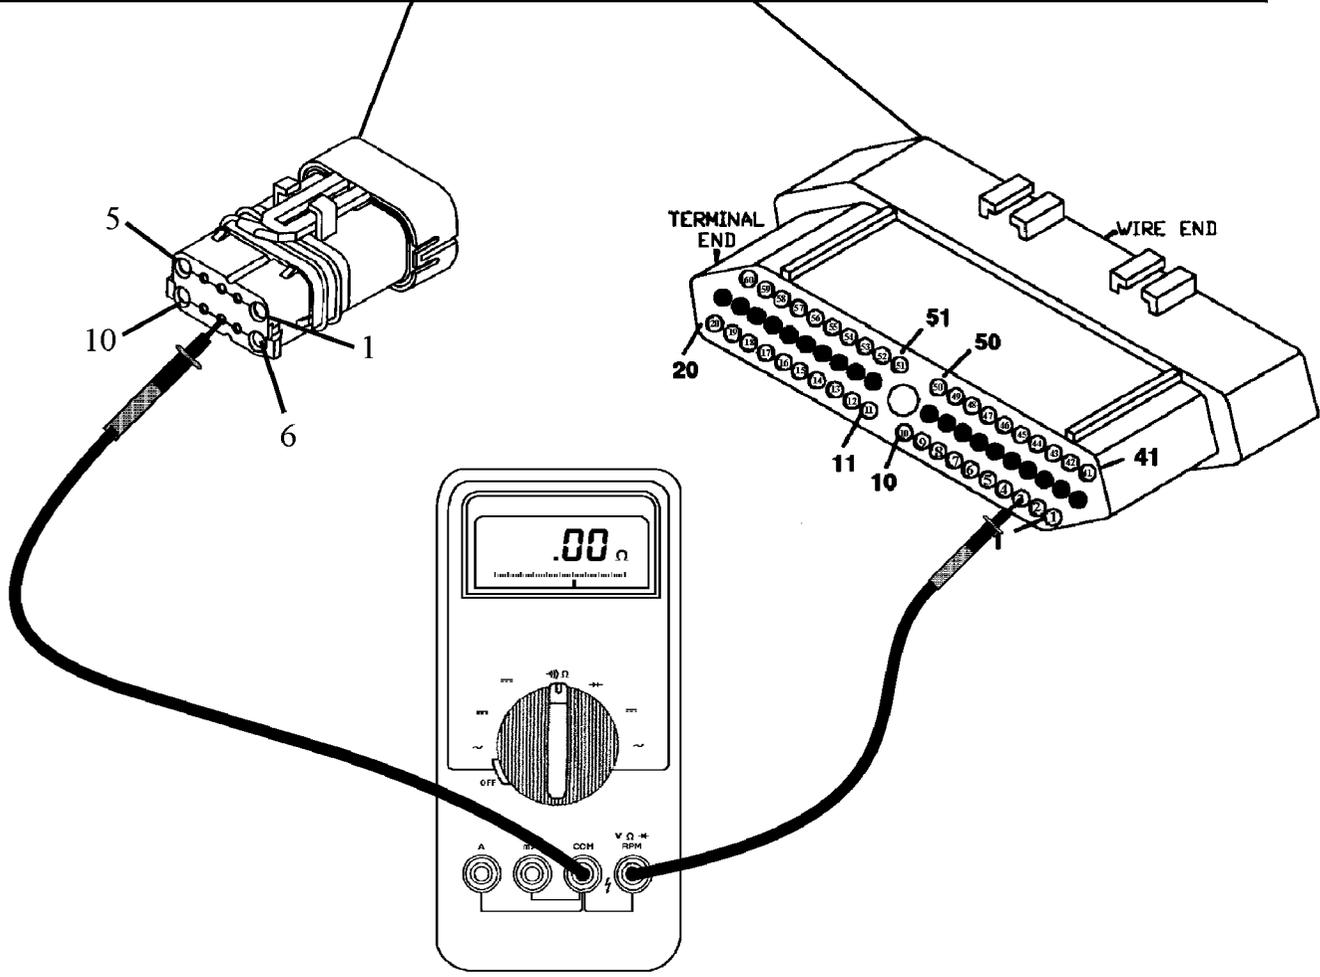

Figura 41
- Una vez que el circuito con la falla ha sido identificado, a ese circuito en específico se le debe hacer una prueba de continuidad. Utilice la tabla en la figura 41 como un guía para identificar el circuito o los circuitos en cuestión. Por ejemplo, si el escáner le revela que el circuito T3 (C3) no cierra cuando el selector es puesto en Park, 3 o 1, ese circuito en específico debe ser probado. En la carta de abajo, el circuito T3 es el alambre que va desde la cavidad # 8 en el conector del TRS hasta la cavidad # 3 en el conector del TCM.